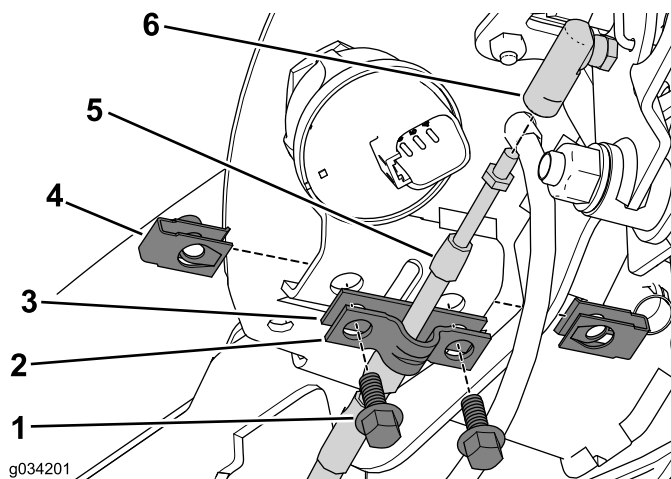

Figure 5
1. Retirez les 2 boulons et écrous à clip qui fixent le collier de câble et la cale sur la console (Figure 5).
2. Mettez de côté le collier de câble et mettez au rebut la cale (Figure 5).
3. Détachez le câble de verrouillage du point mort de sa fixation (Figure 5).